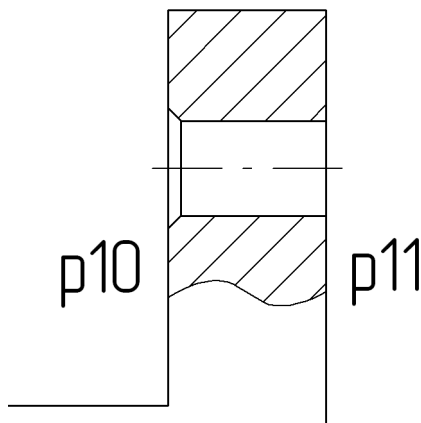

Рис. 51.37. Построенная штриховка
10. Нажмите кнопку **Создать объект** на Панели специального управления. Штриховка будет построена (рис. 51.37).